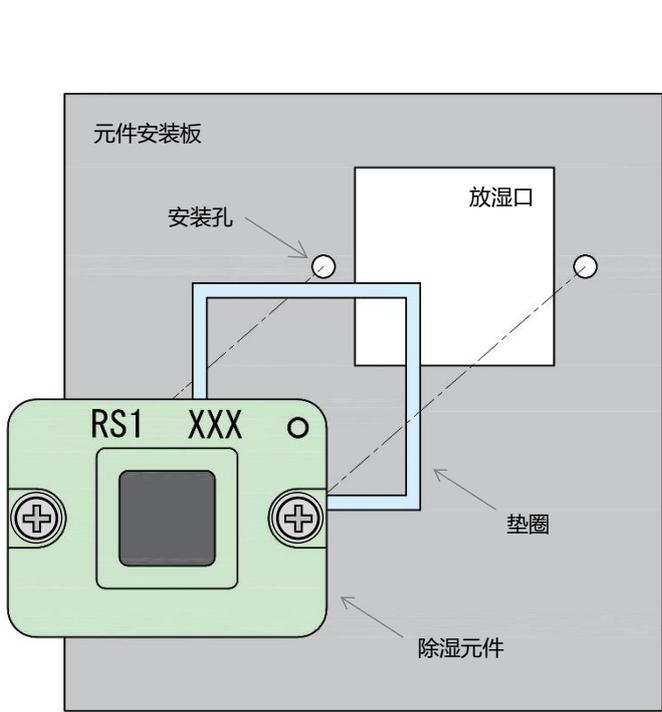
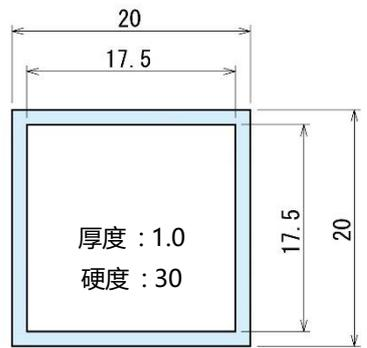

图 1. 安装示意图
图 3. 垫圈加工示例
- 3 请在安装面上**开设安装孔后使用**。详情请参阅以下图 1.~图 3.。